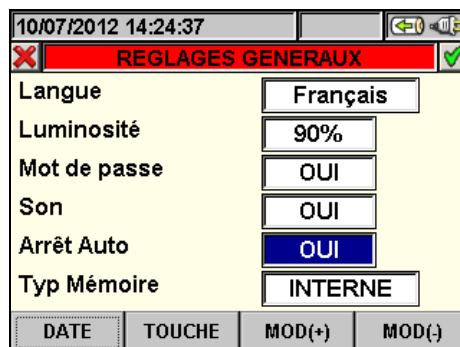

Fig. 15 : Page-écran de réglage Arrêt Auto
1. Placer le curseur à l'aide des touches fléchées haut ou bas sur la ligne « Arrêt Auto » qui apparaît en bleu, comme il est montré à la Fig. 15 :